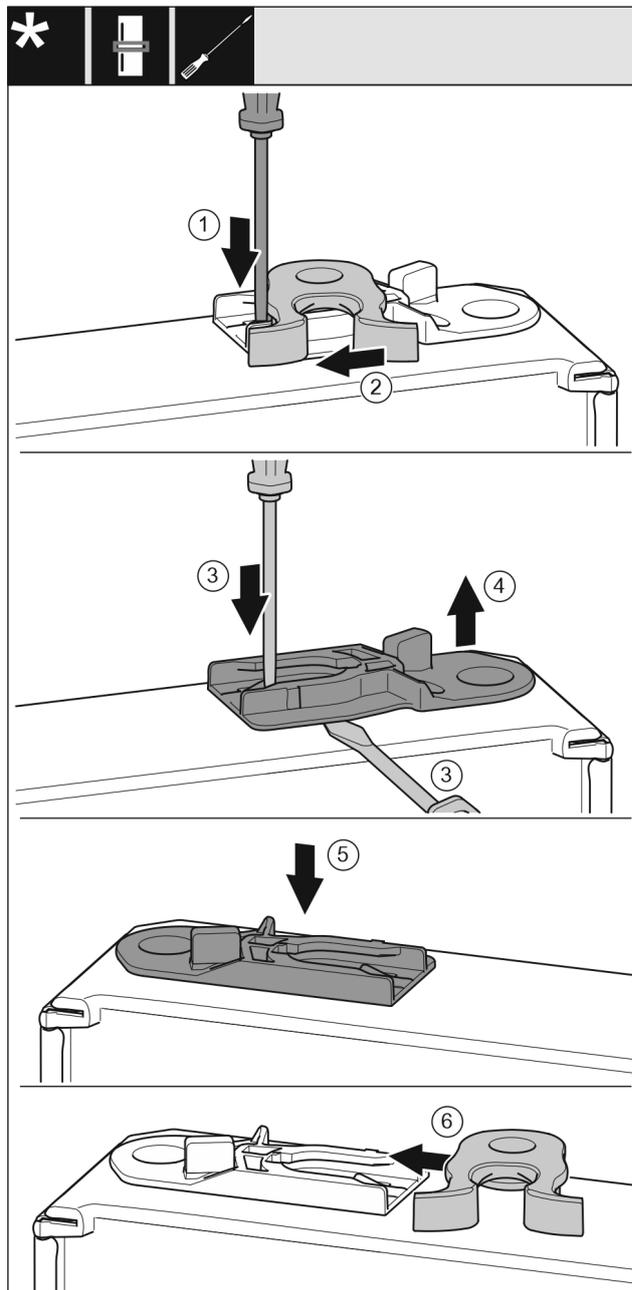

Fig. 19
- ▶ Presione hacia atrás la pestaña Fig. 19 (1) con el destornillador de punta ranurada.
- ▶ Retire el gancho de cierre Fig. 19 (2) de la guía.
- ▶ Extraiga el casquillo guía Fig. 19 (3, 4): Presione la pestaña con un destornillador de punta plana y, al mismo tiempo, desplace el destornillador de punta plana por debajo del casquillo guía.
- ▶ Inserte el casquillo guía Fig. 19 (5) incluido en el volumen de suministro en el otro lado de la carcasa.
- ▶ Deslice el gancho de cierre Fig. 19 (6) en la guía.